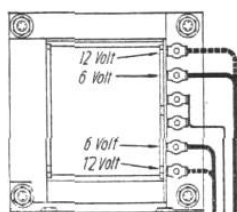

Abb. 8
2. Zerhackertrafo gemäß Abb. 8 schalten.